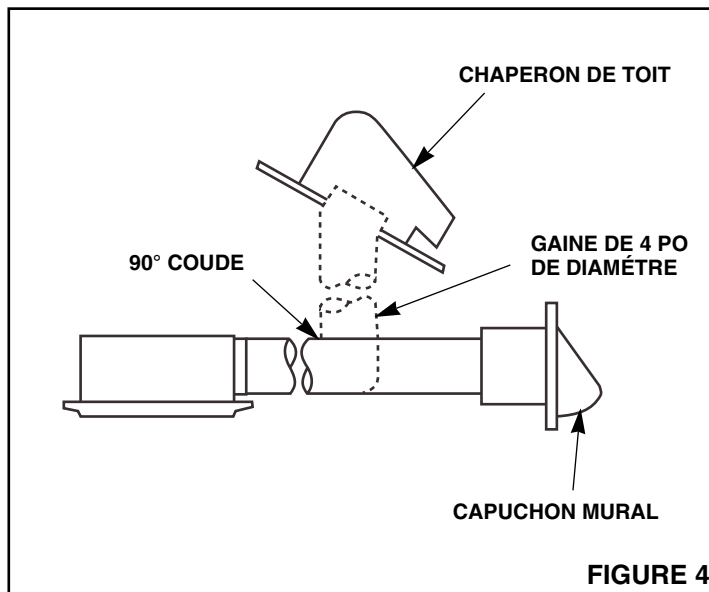
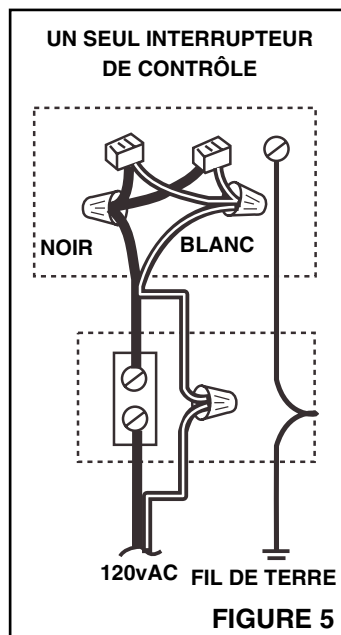
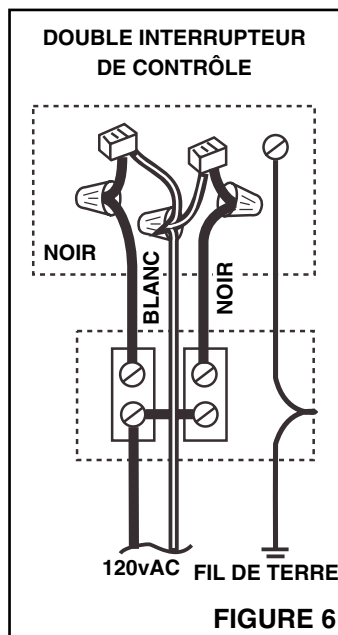

FIGURE 4
FIGURE 5
FIGURE 6
2. **Voir la Figure 4.** Faites passer une gaine ronde de 4 po depuis l'extérieur jusqu'à l'orifice d'évacuation du ventilateur.
Voir les Figures 5 et 6.
1. Faites passer un fil de courant domestique de 120v AC (avec fil de terre) de l'interrupteur mural à Figure 6.
4. Si un simple interrupteur est utilisé pour contrôler le ventilateur et l'éclairage, faites l'installation du câblage comme il vous est indiqué à la figure 5. Si un double interrupteur est utilisé pour une séparation des commandes ventilateur et éclairage, faites les connections comme elles vous sont indiquées à la figure 6.
**CÂBLAGE ET RESEAU DE GAINES:** Voyez les **Figures 5 et 6 pour le câblage et la figure 4 pour réseau de gaines.** Planifiez le réseau de gaines et le câblage avant de commencer l'installation.
- (1) La gaine peut être installée ou que cette aire est suffisamment grande pour une ventilation propre. Les solives de plafond devraient se diriger vers un mur extérieur.
- (2) Le câblage peut être installé jusqu'à l'emplacement prévu.
- (3) Aucune obstruction ou câblage n'interfère avec l'installation.